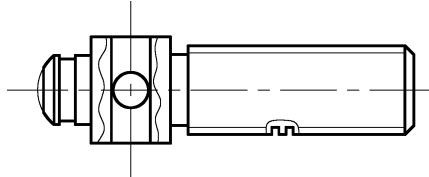

图 11-14 绘制螺纹齿形示例
5) 绘制螺纹齿形局部图形。选择“粗实线”为当前图层，打开正交模式，选择“绘图”面板→“直线”命令，利用鼠标给定方向并输入 4，可以连续绘制出齿形，如图 11-14 所示。